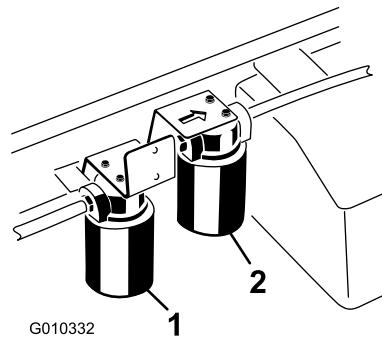

Figure 71
5. Placez un bac de vidange sous le filtre et enlevez le filtre (Figure 71).
- Nettoyez la zone autour de la surface de montage du filtre du système grand débit (Figure 71).